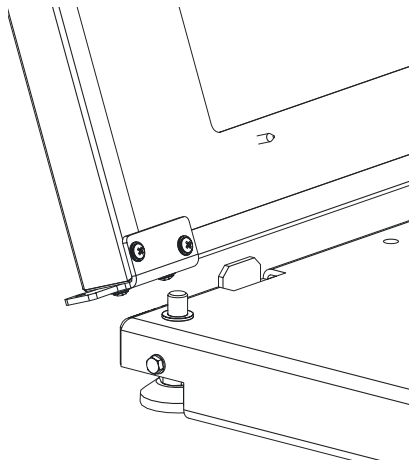
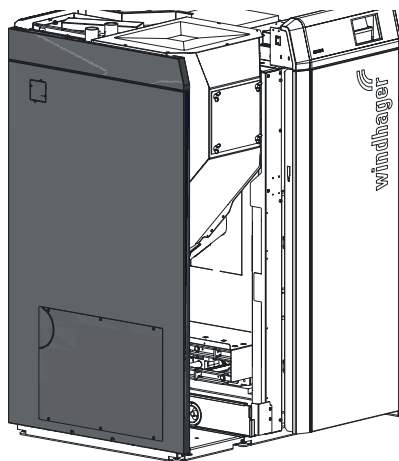
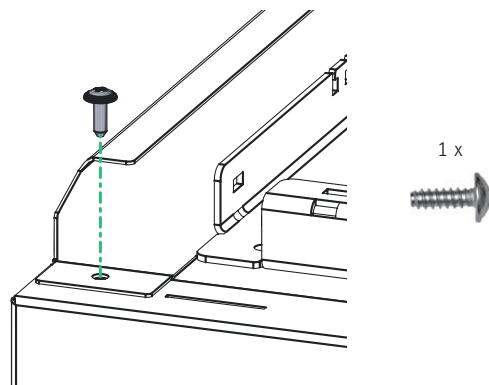

Fig. 81 Agganciare la parete laterale sinistra
Fig. 82 Agganciare la parete laterale sinistra
Fig. 83 Avvitare la parete laterale in alto con 1 vite autofilettante
- Posizionare la parete laterale sinistra in basso sulla base nella sagomatura (Fig. 81, Fig. 82) e avvitarla in alto alla parete posteriore con 1 vite autofilettante – Fig. 83.